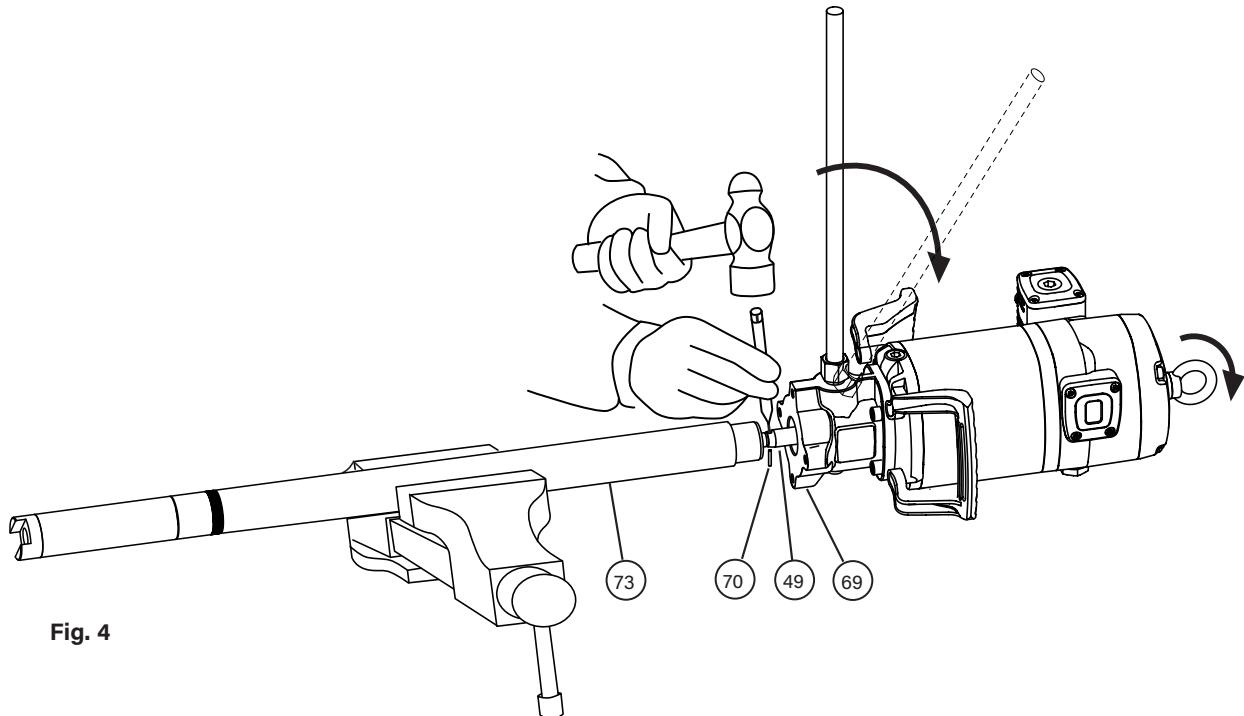

Fig. 4
- Fix the pump in a vise in horizontal position (fig. 4). Gently tap the upper tube with a hammer (73) close to the body (69) in order to break the thread locker.
- Once unscrewed, pull the motor away until the elastic pin (70) into the rod (49) becomes visible. With a hammer and a suitable pin punch, eject the pin (70). The motor becomes loose.
- Fije la bomba en posición horizontal en una mordaza (fig. 4). Dé unos golpes con un martillo en el tubo superior (73), cerca de la unión con el cuerpo (69) para romper el sellador de rosca.
- Una vez desenroscado, tire del motor hasta ver el pasador (70) del vástago (49). Con un martillo y un botador, saque el pasador (70). El motor queda suelto.